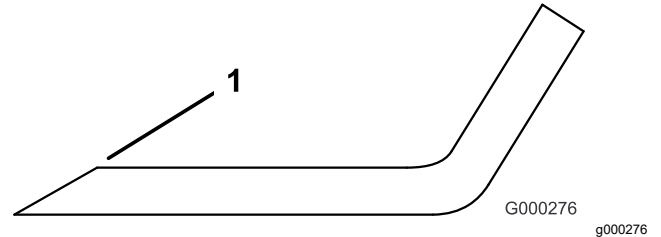

图 23
1. 同时磨快刀片两端的刀刃图 23。保持原有角度。如果从两片刀刃上磨掉相同量的金属刀片会保持平衡。